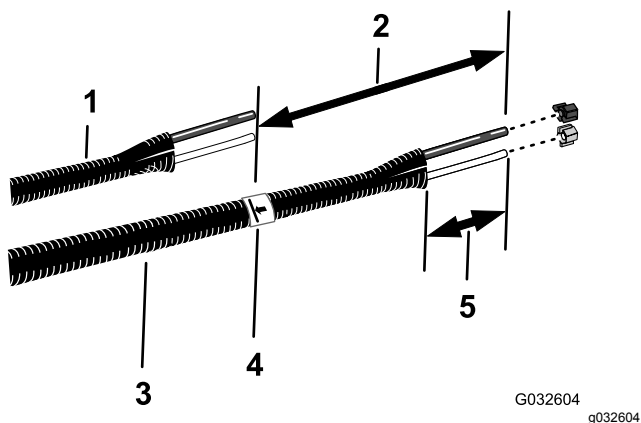

Рисунок 22
6. Совместите старые трубки подачи жидкости и воздуха (**Рисунок 22**) с новыми трубками в сборе (номер 114-9553 по каталогу Toro).
- На новых трубках в сборе нанесите вторую отметку, отмерив расстояние 26 см от отметки, сделанной при выполнении пункта 7, и отрежьте трубки по второй (дальней) отметке (Рисунок 22).
- Снимите с каждого конца трубок в сборе (Рисунок 22) оболочку на отрезке длиной от 77 до 102 мм.